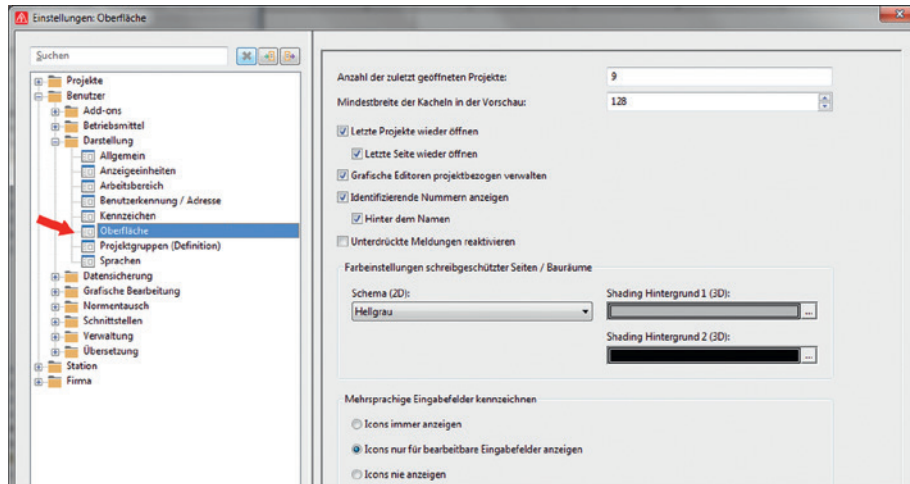

Bild 2.36 Erweiterte Einstellungen zur Oberfläche
- **Oberfläche** beinhaltet allgemeine Einstellungen u. a. zu Projektinformationen bzw. zur Anzeige von Vorschauinformationen (Bild 2.36). Weitere Einstellungen zur Oberflächendarstellung sind hier möglich: Sollen die letzten Projekte beim Programmstart geöffnet oder zu den Eigenschaften in EPLAN die Eigenschaftsnummer (identifizierende Nummern) angezeigt werden (= meine Empfehlung)? Interessant ist die Einstellung *Unterdrückte Meldungen reaktivieren*. Wird diese gesetzt, so werden Dialoge, deren Anzeige einmal deaktiviert worden ist, wieder zur Anzeige gebracht.
welches mehrsprachig (= übersetzt) sein kann (Bild 2.36). Mit dieser Einstellung ist es möglich, diese Icons in den betroffenen Eigenschaftsfeldern beispielsweise immer anzeigen oder ausblenden zu lassen.